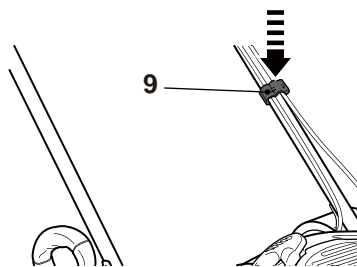

Fig. 5
8. Fixer les câbles (5, 6) sur la poignée inférieure (7) avec les serre-câbles (9) (Fig. 5).